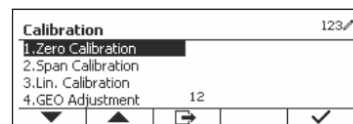

Figure 4
2. Lorsque la sélection « Zero calibration » (Étalonnage zéro) est en surbrillance, appuyez sur le bouton multifonction correspondant à l'icône ✓ pour débiter. (Voir Figure 4)